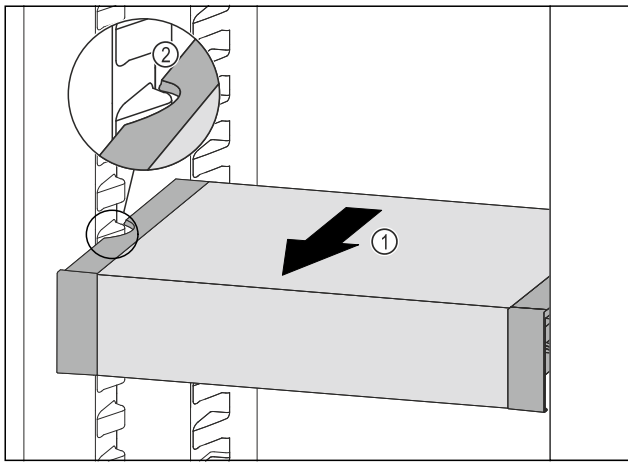

Fig. 123
- ▶ 向前拉动 VarioSafe Fig. 123 (1)，直至 VarioSafe 的侧部凹槽与冷藏区中的容器肋梁持平。 Fig. 123 (2)